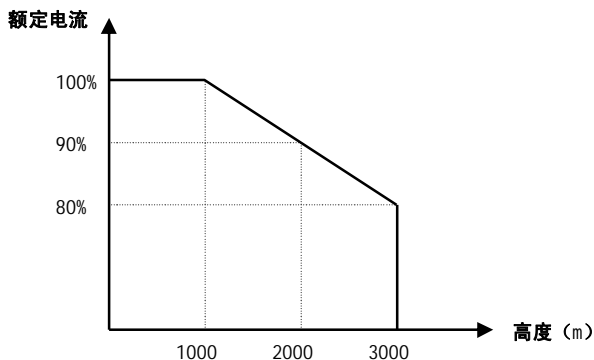

图 1-7 变频器额定电流与海拔高度降额曲线图
- 在海拔高度超过 1000 米的地区，由于空气稀薄造成变频器的散热效果变差，有必要降额使用。图 1-7 所示为变频器的额定电流与海拔高度的关系曲线。